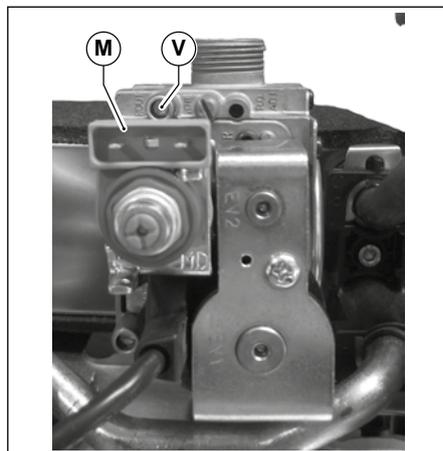

Рис. 40 Ниппель контроля
- Поключить манометр к штуцеру контроля давления **V** (смотри Рис. 40 Ниппель контроля ).